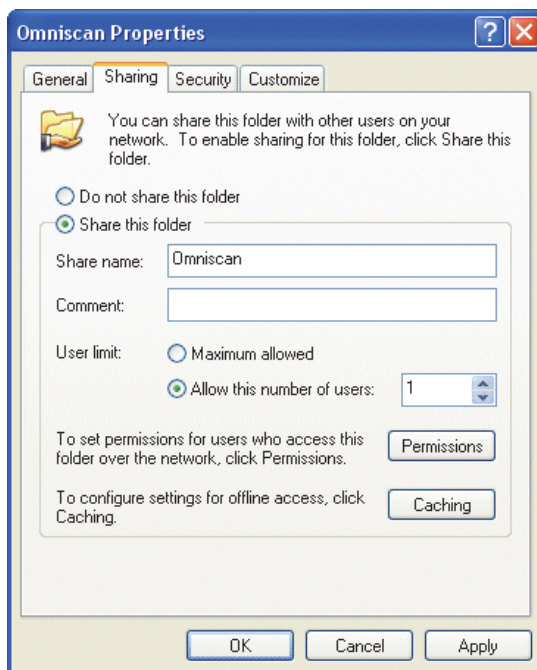

图 7-13 Omniscan 属性对话框中的共享选项卡（Windows XP）
3. 在 **Omniscan Properties**（OmniScan 属性）对话框中，点击 **Sharing**（共享）选项卡（参见第 203 页的图 7-13）。